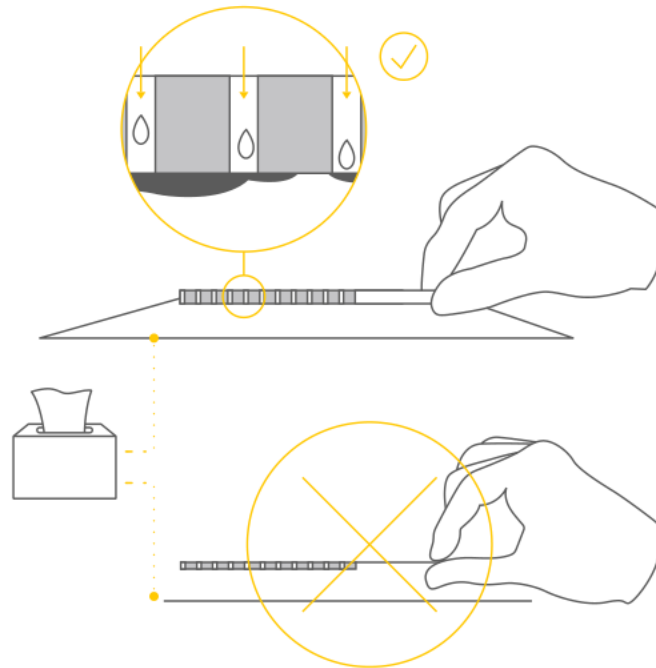

Fig. 13 Secado del borde largo de la tira.
7. Seque el borde largo de la tira con papel absorbente para eliminar el exceso de orina. NO seque la superficie superior de las almohadillas para evitar la contaminación (Fig. 13). Trabaje rápidamente para secar el exceso de orina.